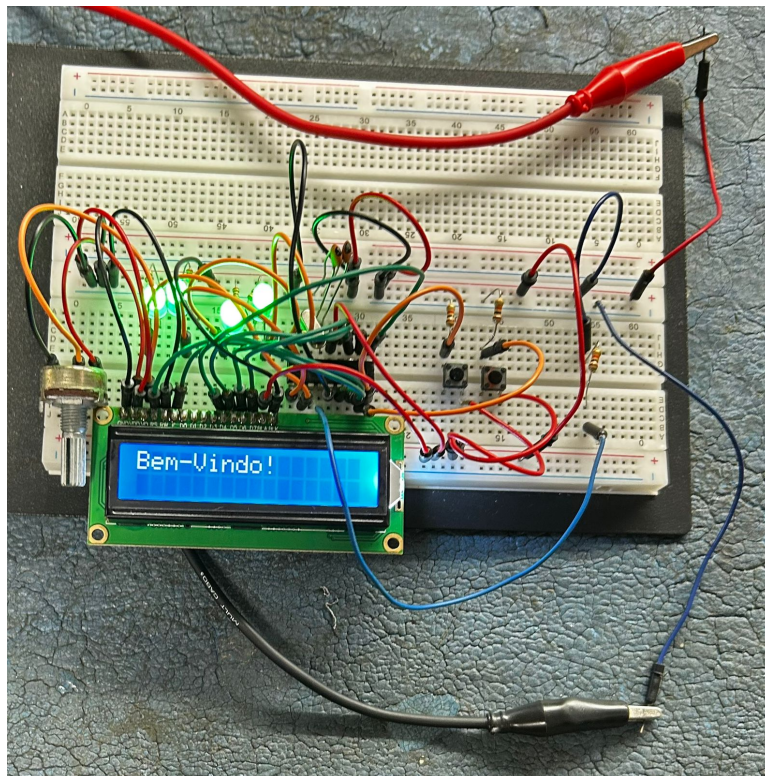

Figura 2: Mensagem de boas vindas
- Ao ligar o sistema, o LCD exibe a mensagem de boas-vindas como se pode observar na figura 2.